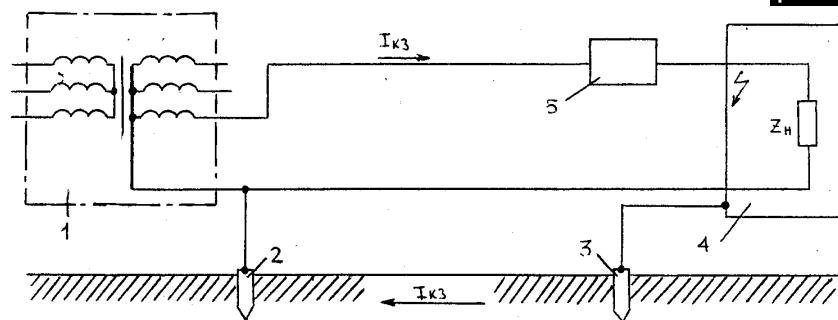

рис.3
Распространенную (и часто практикуемую) схему заземления корпуса компьютера, изображенную на рис.3, следует признать не обеспечивающей электробезопасность, ввиду того что при замыкании фазного провода на корпус ток короткого замыкания $I_{кз}$ течет не через нулевой провод, а через последовательно включенные основной (2) и повторный (3) заземлители